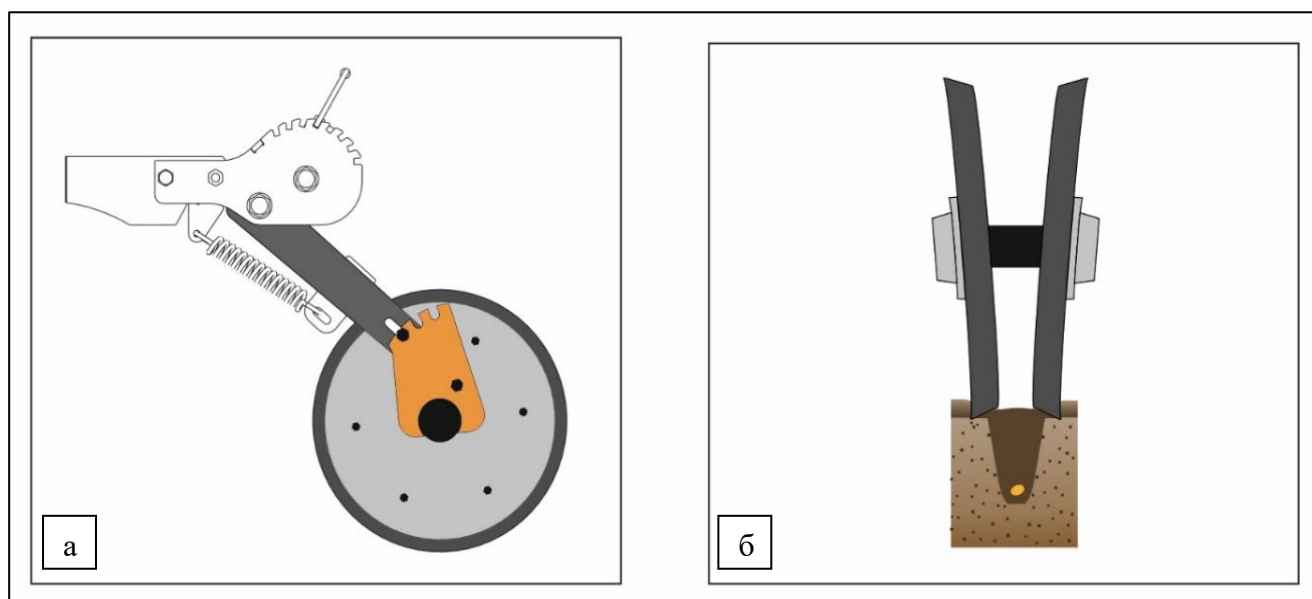

Рисунок 48 – Укрывающие колёса в третьем положении (вид в разрезе):
- а) соединение через паз (2);
Третье положение – паз (3) кронштейна колёс. В таком положении укрывающие колёса раздвигают пожнивные остатки в сторону от борозды, рис. 48.